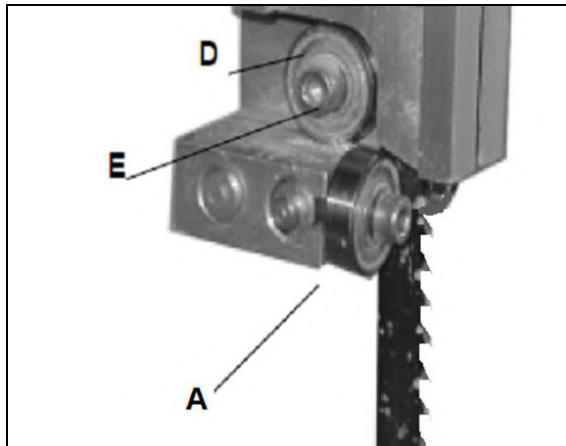

Fig 26
Løsn sekskantskruerne (E, Fig 26) og lås de bagerste ruller (D), så afstanden til klingen er 1mm.